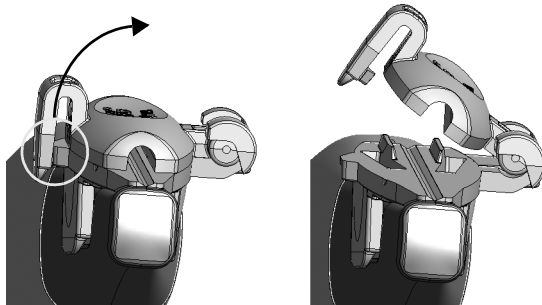

图 14。按下即可在 8863 型颅孔探头上释放穿刺架。
- 1 使用左手握住探头。右手仔细向侧面推动穿刺架插件，直到打开，见图 14。